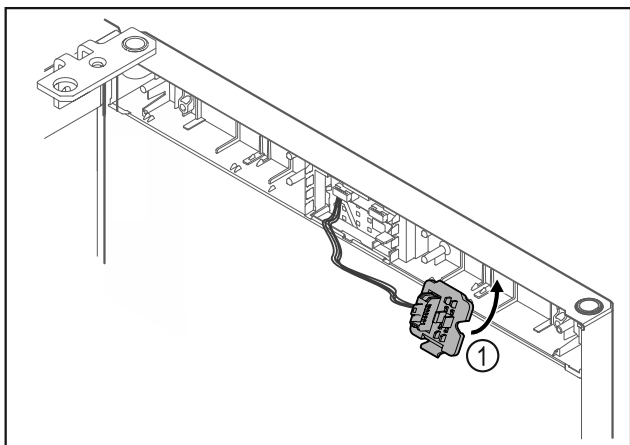

Fig. 22
- ▶ Klik stikholderen Fig. 22 (1) i på den modsatte side.